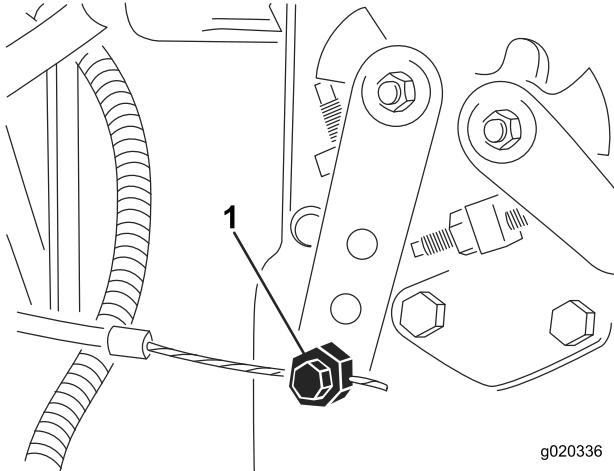

Bild 61
2. Lockern Sie den Anschluss des Gaszuges am Arm der Einspritzpumpe (Bild 61).